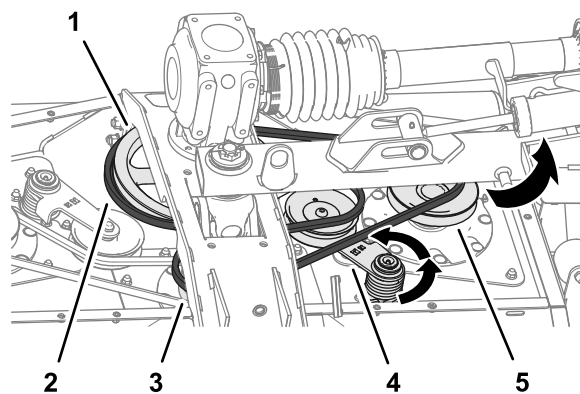

Figure 65
- Au moyen d'une barre de levier ou d'un outil similaire, faites tourner le tendeur de la longue courroie dans le sens antihoraire et déchaussez la courroie de la poulie de tendeur (Figure 65).
- Déchaussez la longue courroie de la poulie d'entraînement, de la poulie d'axe central et de la poulie d'axe droit (Figure 65).